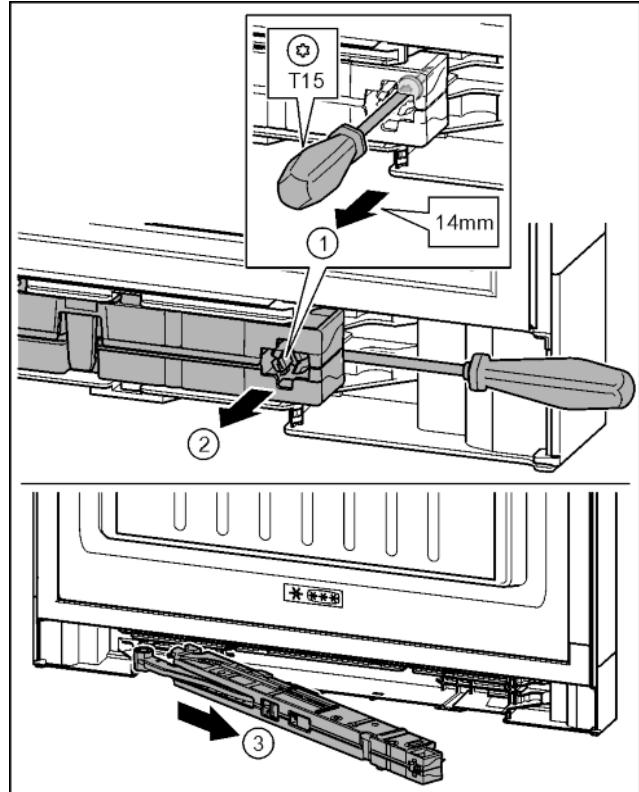

Fig. 16
- Ослабить винт на узле амортизатора с помощью отвертки T15 примерно на 14 мм. Fig. 16 (1)
- Переместить отвертку со стороны ручки за узел амортизатора. Повернуть узел вперед. Fig. 16 (2)
- Вытащить узел амортизатора. Fig. 16 (3)